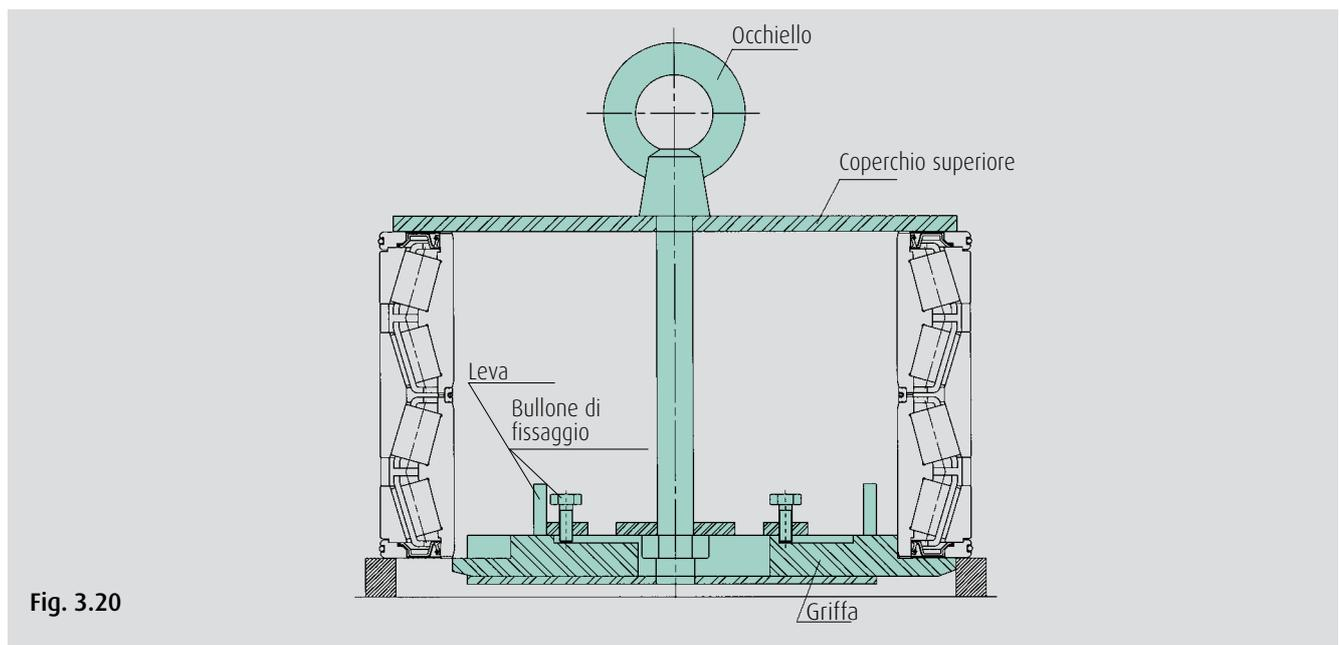

Fig. 3.20
6. Dopo aver portato il cuscinetto nella posizione specificata, allentare il cavo e ritrarre le ganasce nel corpo del dispositivo di sollevamento, quindi rimuovere il dispositivo. Per rimontare il cuscinetto schermato in modo semplice e affidabile, si raccomanda di utilizzare un dispositivo di sollevamento dedicato. A questo scopo è necessario prevedere uno spazio per l'inserimento del dispositivo di sollevamento come mostrato in Fig. 3.20. Consultare il Servizio Tecnico NSK perché le dimensioni possono variare in base al peso e alla costruzione della guarnitura.